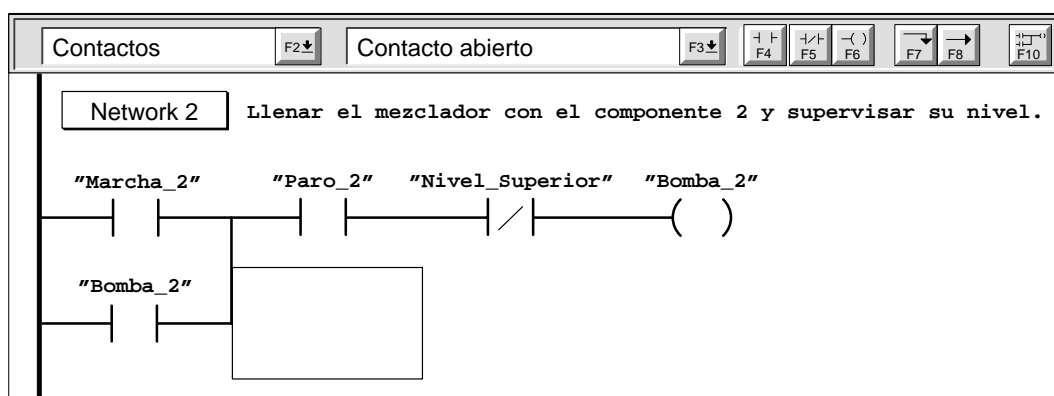

Figura 4-12 Introducir el segundo segmento
2. En el campo de comentario del segmento, introduzca el comentario que muestra la figura 4-12. (Puesto que el comentario del segmento 2 es prácticamente idéntico al comentario del segmento 1, puede seleccionar y copiar el texto del segmento 1 y pegarlo en el campo de comentario del segmento 2, cambiando luego el número del componente de 1 a 2).
3. Repita los pasos realizados para introducir los elementos del segmento 1, utilizando los nombres simbólicos que muestra la figura 4-12.